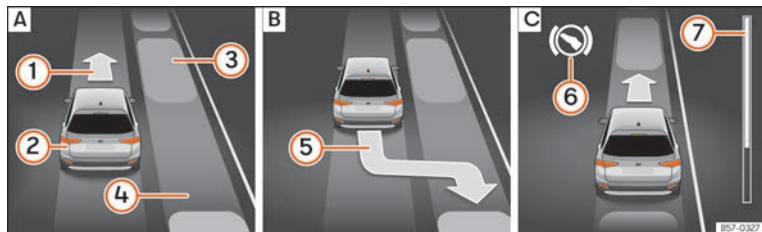
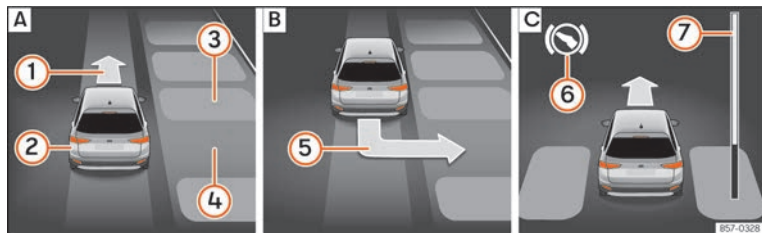

Abb. 250 Am Bildschirm des Kombi-Instruments: längs einparken. **[A]** Parklücke suchen. **[B]** Position zum Einparken. **[C]** Rangieren.
Abb. 251 Am Bildschirm des Kombi-Instruments: quer einparken. **[A]** Parklücke suchen. **[B]** Position zum Einparken. **[C]** Rangieren.
- Schauen Sie auf der Bildschirmanzeige im Kombi-Instrument, ob die Parklücke als „geeignet“ erkannt wurde und ob die korrekte Position zum Einparken »» **Abb. 250 [B]**
oder »» **Abb. 251 [B]** erreicht wurde. Die Parklücke wird als „geeignet“ betrachtet, wenn auf dem Bildschirm des Kombi-Instruments die Anzeige zum Einparken erscheint ⑤.
- Fahren Sie rückwärts, bis das Dauertonsignal des ParkPilot ertönt; **ODER:** fahren Sie zurück, bis auf dem Bildschirm des Kombi-Instruments die Anzeige für Vorwärtsfahren »» **Abb. 250 [C]** oder »» **Abb. 251 [C]** erscheint; **ODER:** fahren Sie zurück, bis am Bildschirm des Kombi-Instruments die Meldung **Park Assist beendet** erscheint. Die Fortschrittsanzeige **7** zeigt den zurückzulegenden Abstand an »» **Seite 289.**
- Fahren Sie vorwärts, bis das Dauertonsignal des ParkPilot ertönt; **ODER:** fahren Sie vorwärts, bis am Bildschirm des Kombi-Instruments die Anzeige zur Rückwärtsfahrt erscheint. Der Parklenkassistent lenkt das Fahrzeug vorwärts und rückwärts bis es in der Parklücke zentriert ist »» **Abb. 250 [C]** oder »» **Abb. 251 [C].**
»» **Abb. 250 [7]** und »» **Abb. 251 [7]** am Bildschirm des Kombi-Instruments zeigt symbolisch die noch zu fahrende relative Fahrstrecke an. Je länger die Distanz ist, desto größer ist der Füllstand des Fortschrittsbalkens. Bei Vorwärtsfahrt nimmt die Füllung des Fortschrittsbalkens nach oben ab und bei Rückwärtsfahrt nimmt die Füllung des Fortschrittsbalkens nach unten ab.